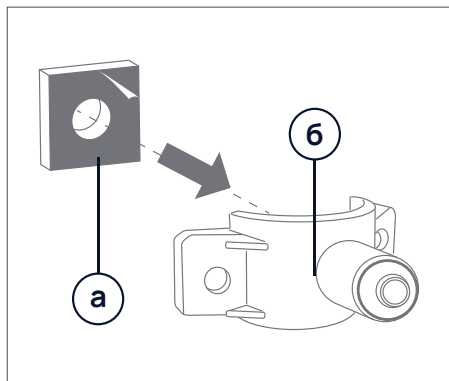

Рис. 9.
3. Снимите с уплотнительной прокладки (а) защитную пленку, как это показано на рис. 9. Приклейте прокладку (а) с внутренней стороны хомута, одновременно совмещая отверстие в прокладке с отверстием (б) в штуцере хомута (рис. 9).